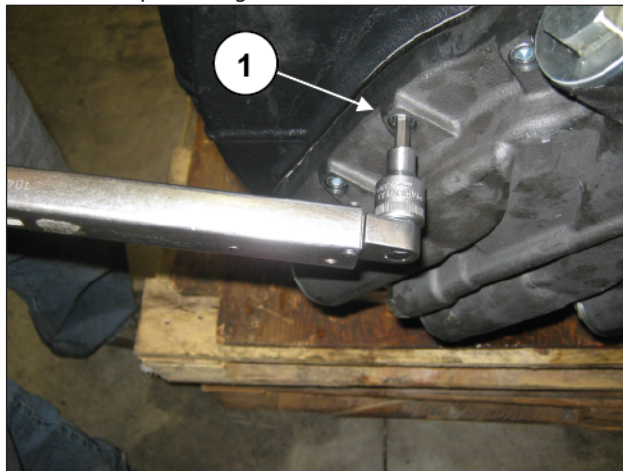
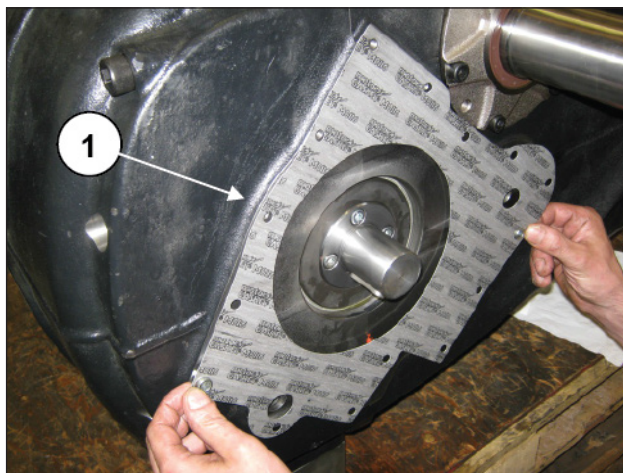

Fig. 21
Fig. 22
Desmontar la tapa de la bomba de aceite aflojando los tornillos (pos. ①, Fig. 21). Extraer la junta plana y sustituirla si es necesario (pos. ①, Fig. 22).